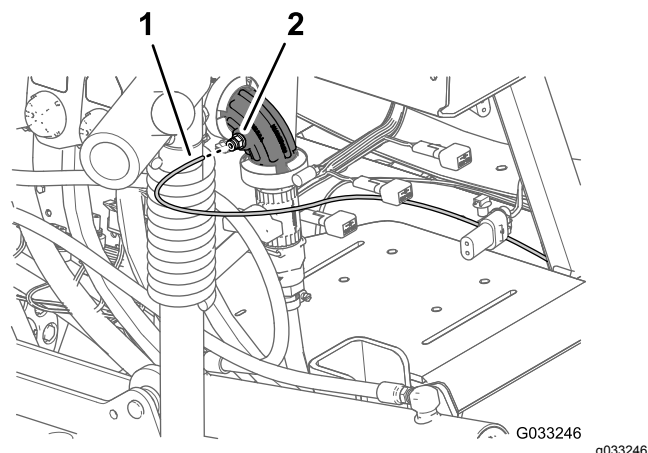
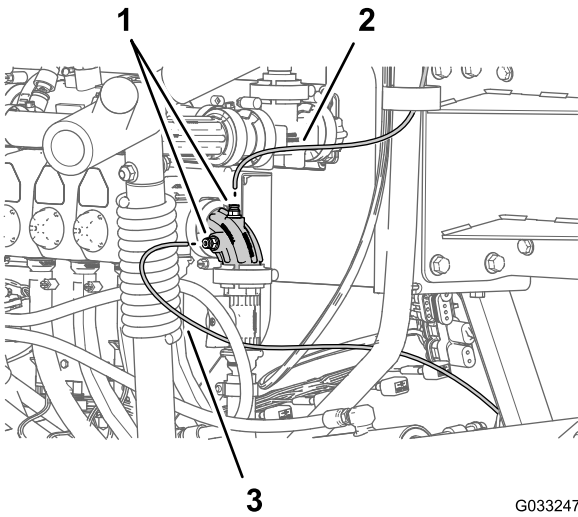

Рисунок 140
Рисунок 141
1. Подсоедините конец трубки датчика давления (пластиковой) для манометра на приборной панели к запорному кольцу соединительной муфты (Рисунок 140 и Рисунок 141).
2. Вставьте трубку датчика давления в запорное кольцо до полной посадки трубки (Рисунок 140 и Рисунок 141).